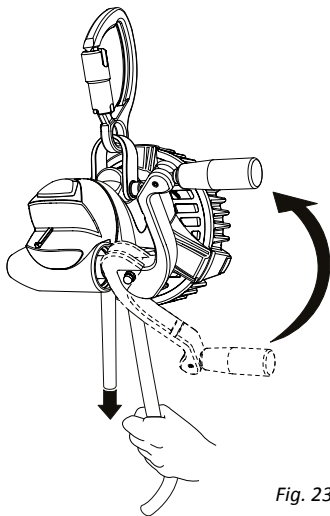
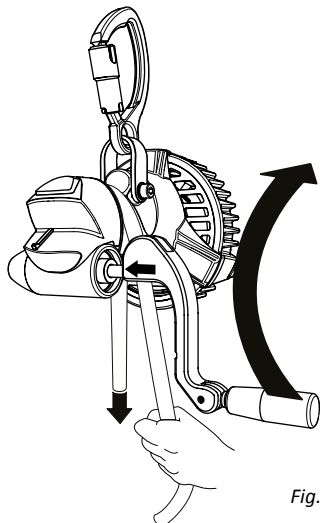
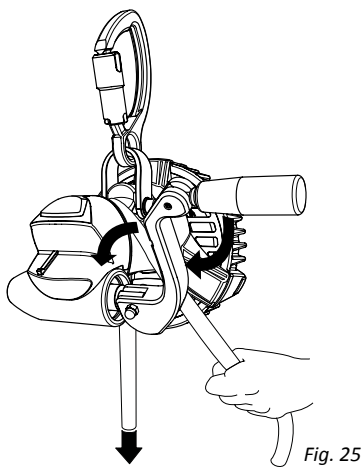

Fig. 23
Fig. 24
Fig. 25
6. Rabattez la manivelle (fig. 23) et, si nécessaire, tournez la manivelle dans le sens horaire (fig. 24) jusqu'à ce qu'elle puisse être rabattue (fig. 25 et 26) en mode de descente automatique.